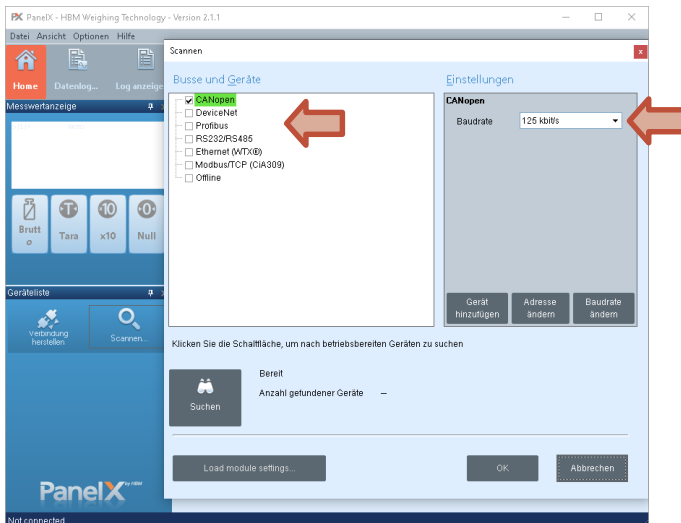

Abb. 7.2 Auswahl des Bussystems und der Baudrate
- ▶ Wählen Sie die Schnittstelle aus, über die Sie die Verbindung herstellen möchten: **CANopen**, **DeviceNet** oder **RS232/485** für den Diagnose-Bus (*Abb. 7.2*). Falls Sie den Diagnose-Bus über einen USB-zu-RS232-Adapter anschließen, wählen Sie den betreffenden virtuellen Anschluss bei **RS232/485** aus.